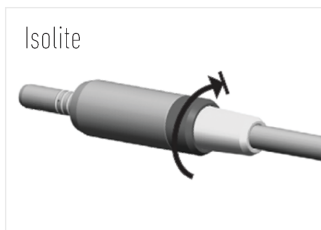

FIG. 4
3. Sujetando el motor, atornille por completo el casquillo del tubo flexible a la conexión trasera del motor (FIG. 4).